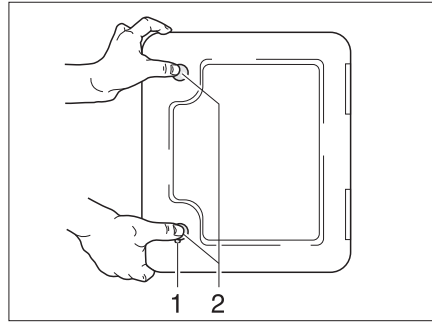

Bild 147 Klappe für Thetford-Kassette
Die Klappe für die Thetford-Kassette (Bild 147) befindet sich außen am Fahrzeug.
- Schlüssel in Schließzylinder des Druckschlusses (Bild 147,1) stecken und eine viertel Umdrehung im Uhrzeigersinn drehen.
- Beide Druckschlösser (Bild 147,2) gleichzeitig mit dem Daumen drücken und die Klappe für die Thetford-Kassette öffnen.